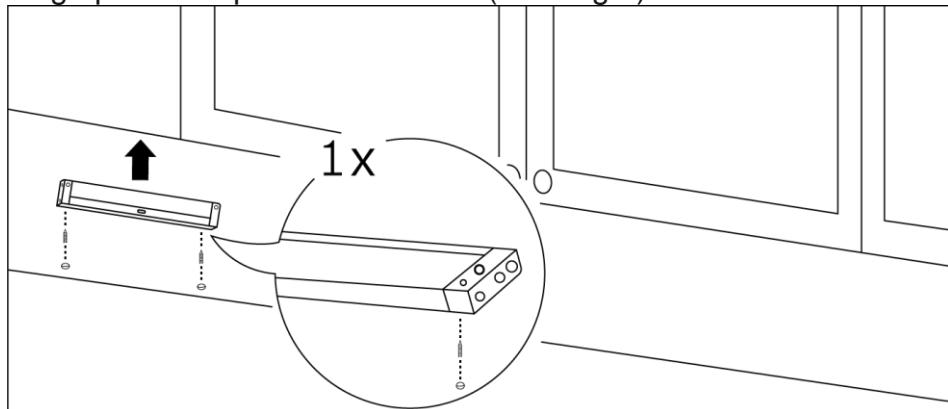

Fig.1 Installazione con viti
- 1.** Utilizzare viti o sticker biadesivi 3M per fissare le luci al luogo prescelto per l'installazione (vedi Fig.1).